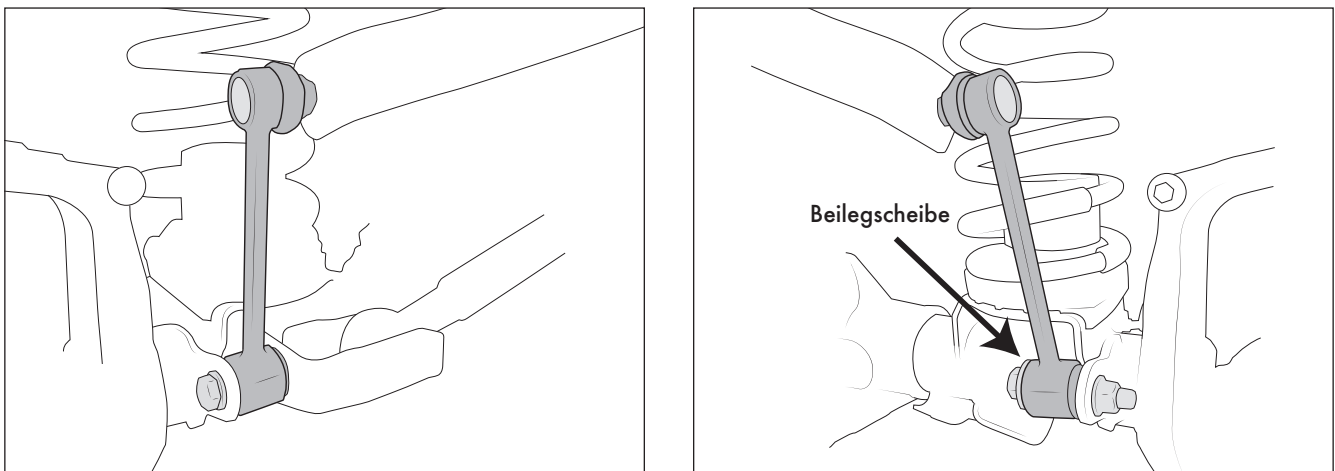

Abbildung 19
HINWEIS: Der obere Stift hat ein anderes Gewinde als der Rest des M12-Verbindungselemente in der Aufhängung - es handelt sich um eine „Standardsteigung“ im Vergleich zu einer „Feinsteigung“.(Abb.19).
B. Die unteren Enden der Glieder werden an der originalen Stelle mit der Originalhardware befestigt. Unterlegscheibe nur an der Innenseite des Lenkers auf der Fahrerseite anbringen. (Abb. 19).